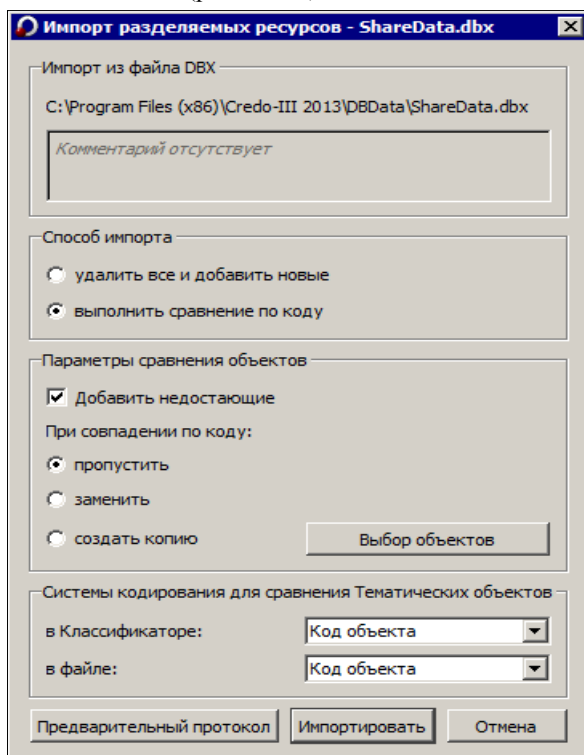

Рис. 13.22
Предусмотрено два способа импорта (рис. 13.22):
- элементы, коды которых совпали, пропустить, заменить или создать их копию (рис. 13.22).
Импорт всех остальных ресурсов выполняется без настроек. Для них сравнение элементов в файле и в библиотеке РР выполняется по уникальным кодам или именам. Каждый ресурс импортируется отдельно, например, если добавляется ТТО, то необходимо, чтобы импортировались также его составляющие: символы и подписи. Перед началом импорта можно просмотреть протокол, в котором отображается статистическая информация по импортированным объектам – кнопка **Предварительный протокол** (рис. 13.22).